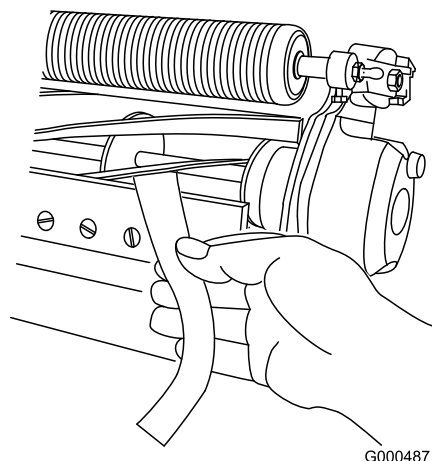

図 5
- B. 刃合わせチェックペーパーを、リールとベッドナイフとの間に入れてベッドナイフに対して直角にセットし (図 5)、リール
11. 刃合わせチェックペーパー *Toro P/N* を、リールとベッドナイフとの間にに入れてベッドナイフに対して直角にセットし (図 5)、リールを **ゆっくり**と前転させる紙が切れれば適切。左右のベッドバー調整ボルトをそれぞれ1クリックだけ締め、もういちど紙を切るテストを行う。紙が切れるまでこれを繰り返す。